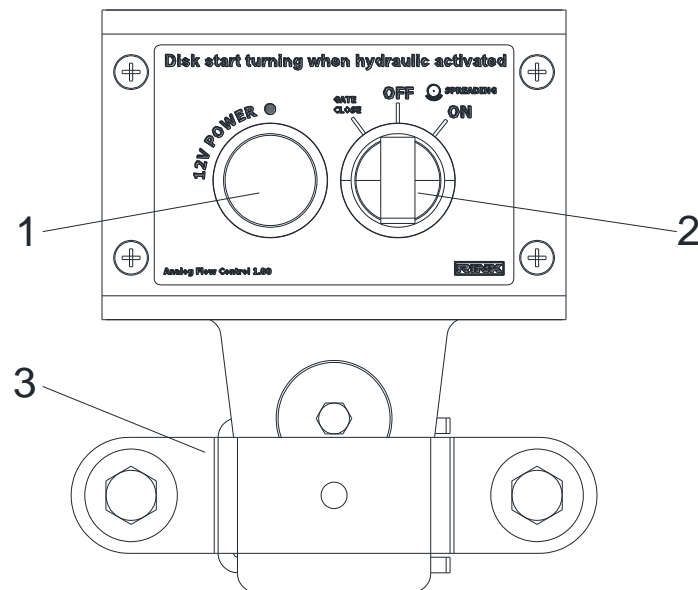
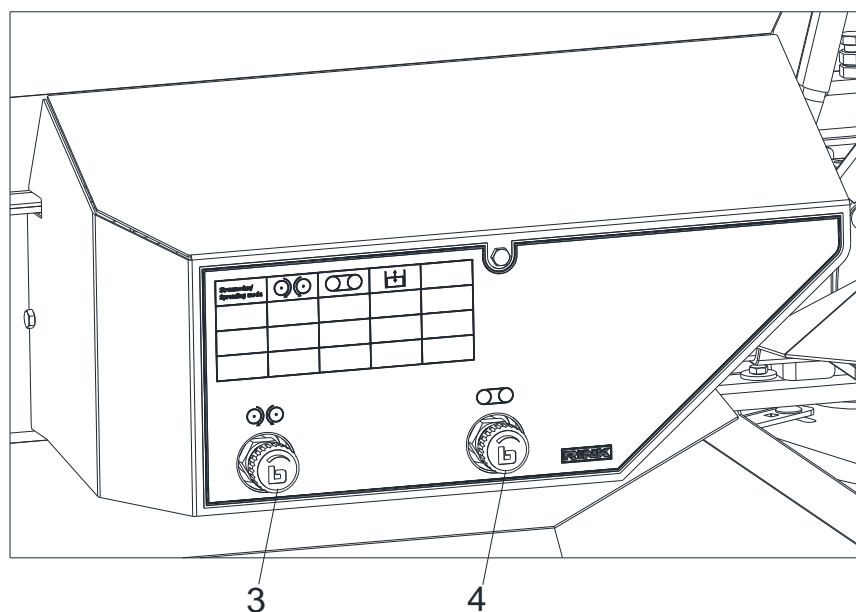

Bild 26 Bediengerät Analog Flow Control (evo)
Bild 27 Analog Flow Control
- Bediengerät Analog Flow Control (evo) (Bild 26)
Wenn der Tellerstreuer nicht an ein Zugfahrzeug angehängt ist, wird das Bediengerät in einer Halterung an der Vorderseite des Trichters eingehängt. Eine im Lieferumfang enthaltene Halterung (Bild 26/3) für das Zugfahrzeug ermöglicht das Einhängen des Bediengeräts in das Zugfahrzeug. Der Tellerstreuer kann aus dem Zugfahrzeug heraus bedient werden. Die Drehzahl der Streuteller (Bild 27/3) und die Bandgeschwindigkeit (Bild 27/4) werden direkt an der Maschine, hinten in Fahrtrichtung links, eingestellt.